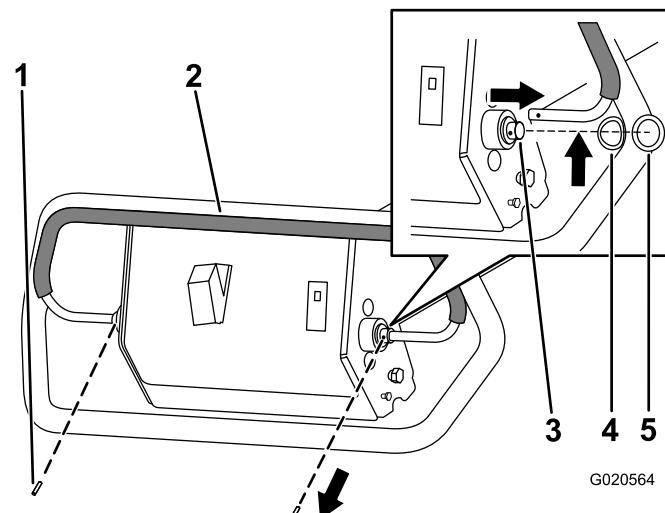

Figura 6
- Retire el pasador elástico del extremo izquierdo de la barra de control de tracción (Figura 6).
- Retire el pasador elástico del extremo derecho de la barra de control de tracción (Figura 6).
- Levante el extremo izquierdo la barra de control de tracción, y muévala hacia la izquierda hasta que el extremo izquierdo del manillar quede libre del eje de giro (Figura 6).
- Mueva la barra de control de tracción hacia la derecha para liberarla del eje de giro (Figura 6).
- Retire la barra de control de tracción (Figura 6).